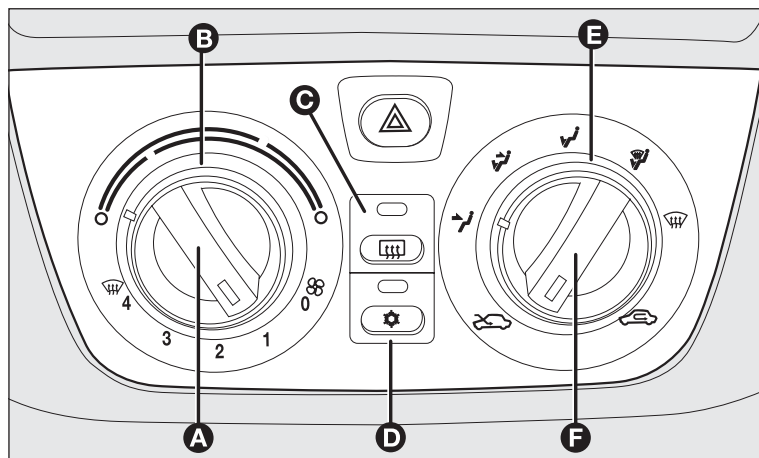

fig. 61
COMMANDES fig. 61
Le sélecteur **E-fig. 61** permet que l'air qui pénètre dans la voiture puisse atteindre toutes les zones de l'habitacle, avec 5 choix possibles :
Tourner le sélecteur **B-fig. 61** à droite (index sur le secteur rouge) pour augmenter la température ou à gauche pour la diminuer ;
- ☐ tourner le sélecteur **B-fig. 61** sur le secteur bleu ;
Positionner la manette **F-fig. 61** sur .
- ☐ tourner le sélecteur **B-fig. 61** sur le secteur rouge ;
Appuyer sur le bouton **C-fig. 61** pour activer cette fonction : L'activation de cette fonction est signalé par l'allumage de la DEL sur le bouton.
- ❑ tourner le sélecteur **B-fig. 61** sur le secteur bleu pour sélectionner la température ;